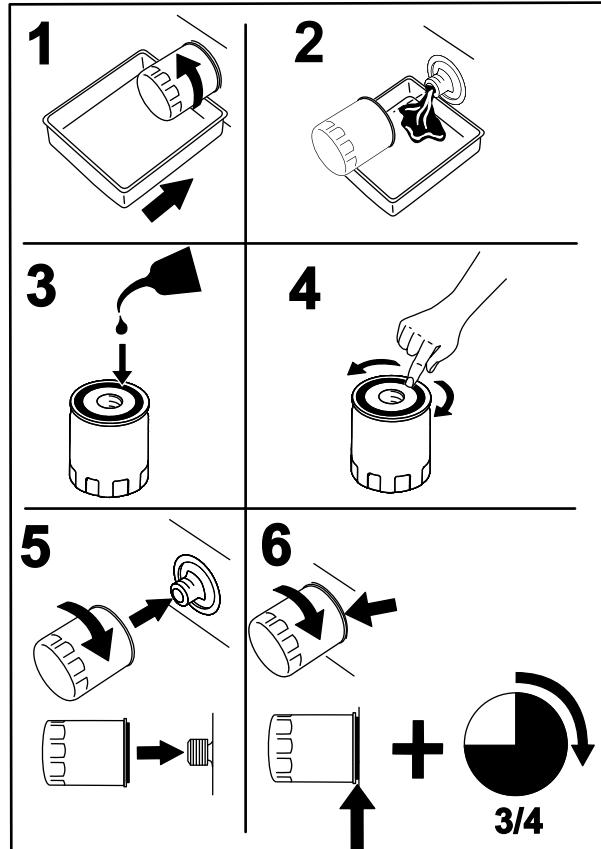

Bild 39
- Stellen Sie ein Auffangwanne unter den Ölfilter und drehen ihn nach links, um ihn abzunehmen (Bild 39).